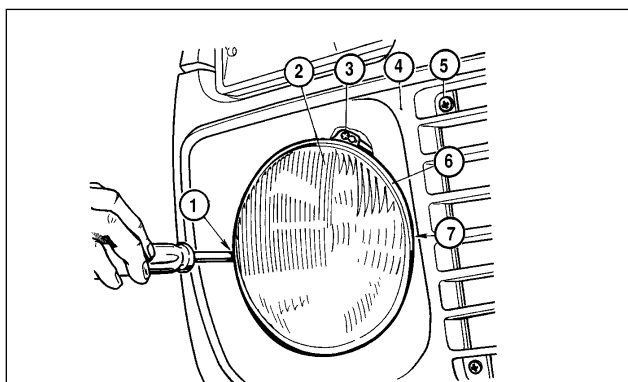

Fig. 7-31. Réglage des projecteurs:
Les projecteurs sont réglés en tournant les vis 1 et 7 (fig.7-31) qui font déplacer l'élément optique dans des plans verticaux et horizontaux.
Allumer les feux de croisement. En actionnant les vis 1 (fig. 7-31) et 7, régler à tour de rôle les faisceaux
- ayant dévissé les vis de fixation 5, enlever l'enjoliveur 4 d'un auvent de carrosserie (fig.7-31);